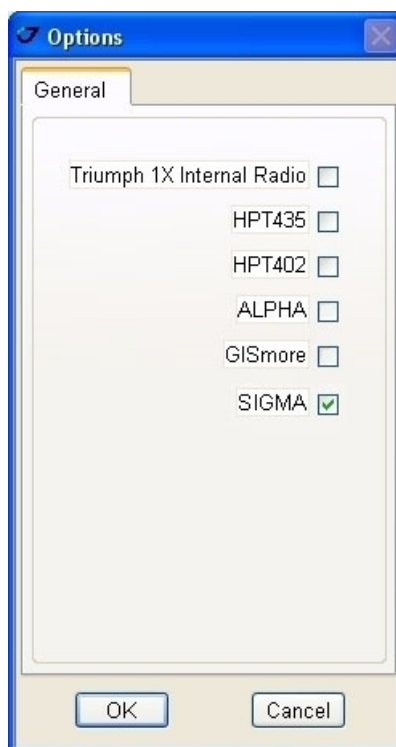

Рисунок 3-1. Окно Options
4. Выберите в списке SIGMA (Рисунок 3-1), нажмите OK: